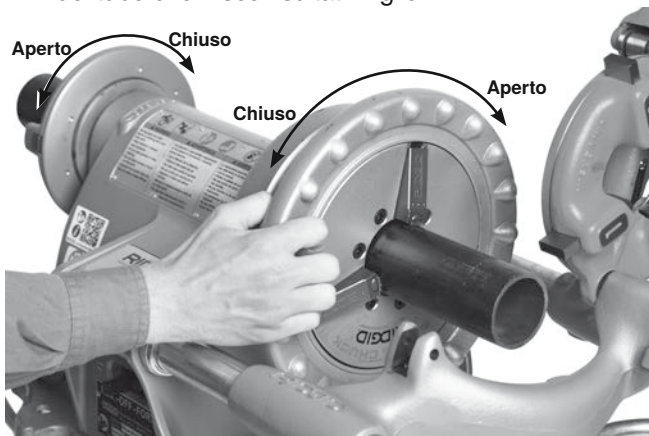

Figura 14 – Taglio con mandrino del tubo
4. Girare il dispositivo di centraggio posteriore in senso antiorario (visto dal retro della macchina) per chiuderlo sul tubo (Figura 14). Accertarsi che il tubo sia centrato negli inserti. Questa procedura aumenta il supporto del tubo e fornisce risultati migliori.
5. Girare il volantino del mandrino anteriore in senso antiorario (visto dal lato anteriore della macchina) per chiuderlo sul tubo. Accertarsi che il tubo sia centrato negli inserti. Usare girate ripetute e potenti del volantino in senso antiorario per assicurare il tubo nel mandrino anteriore (Figura 14).